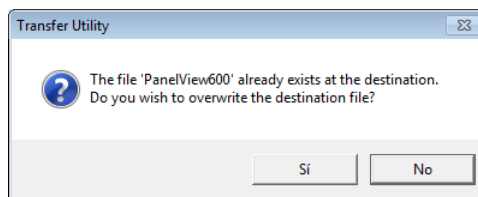

Figura 42: “Ventana de Transfer Utility” para sobrescribir un archivo
7. En el caso que nos salga la ventana que se muestra en la Figura 42, quiere decir que anteriormente fue cargado un proyecto con el mismo nombre del actual, en tal caso cambiar el nombre que le asignamos anteriormete. En el caso que no suceda nada o aparezca algun error se recomienda verificar la comunicación en RSLinx Enterprise.